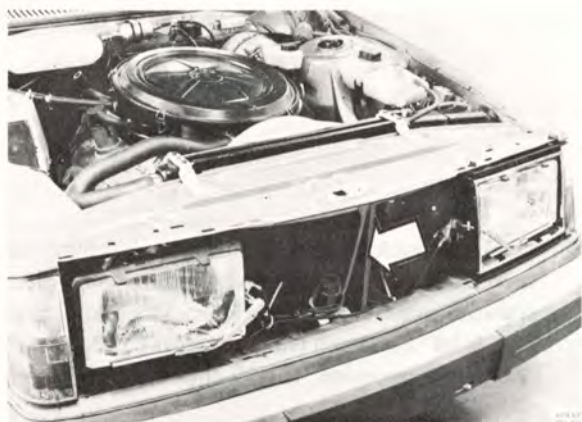

Bild 59
2. Demontera kylarmaskeringen, höger strålkastarsarg och strålkastare samt staget mellan täckplåten och bottenplåten (bild 59).